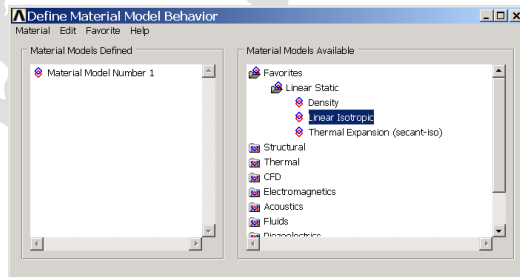

图9.7 选择参数性质
(6) 输入材料参数，单击 Main Menu>Preprocessor>Material Props>Material Models 菜单，弹出如图 9.7 所示的【Define Material Behavior】对话框。